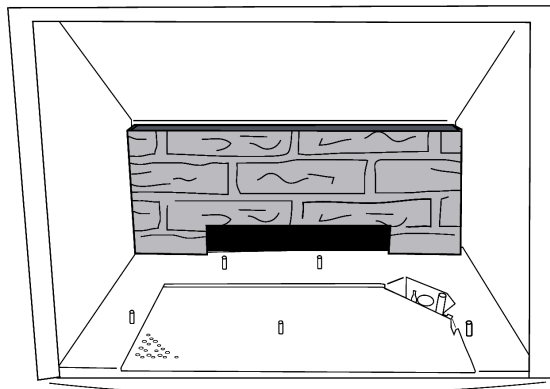

Figure 49. Installation du panneau arrière inférieur
4. **Installez le panneau arrière inférieur.** Placez-le contre la paroi arrière, en appui sur la jupe brûleur. Fig. 49.